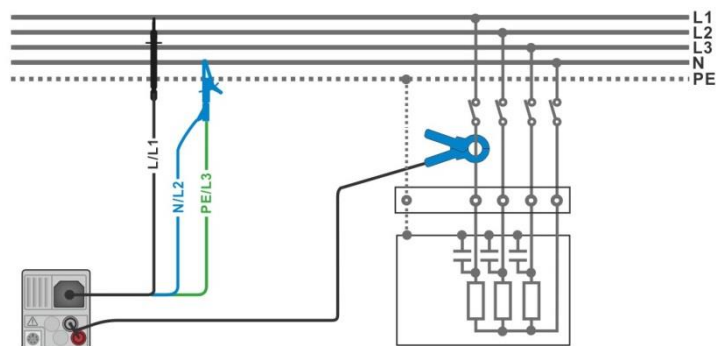

Figura 7.59: Medición de potencia
- Conecte las puntas de prueba de tensión y la pinza amperimétrica al elemento a probar (vea la **Figura 7.59**).